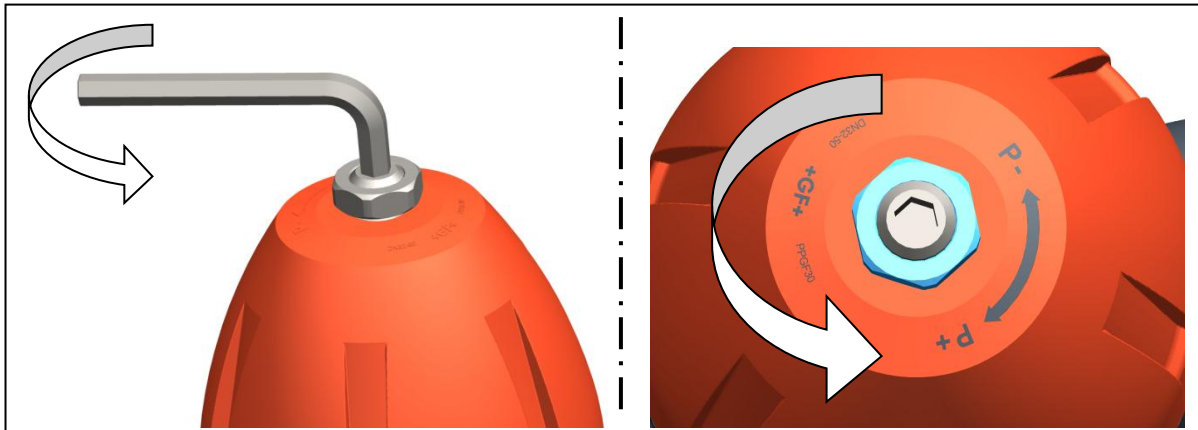

Abb. 5
- Um Sollwert zu senken: Feder entspannen. Dazu Spindel gegen den Uhrzeigersinn drehen, siehe Abb. 5